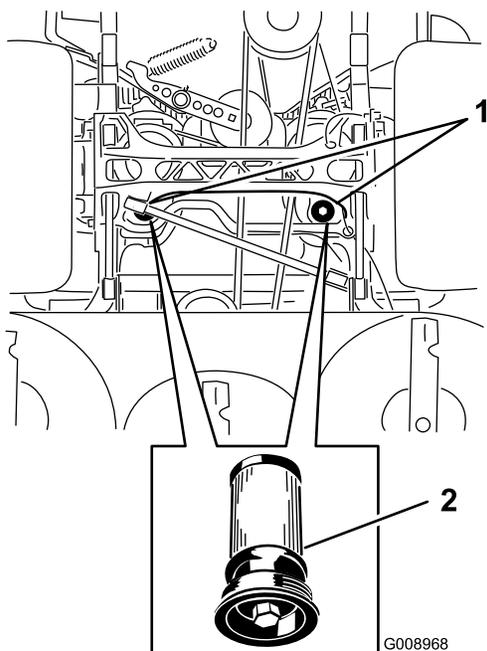

Figure 98
5. Placez un bac de vidange sous le filtre, retirez le filtre usagé et essuyez la surface (Figure 98).
6. Appliquez une fine couche de liquide hydraulique sur le joint en caoutchouc du filtre de rechange (Figure 98).